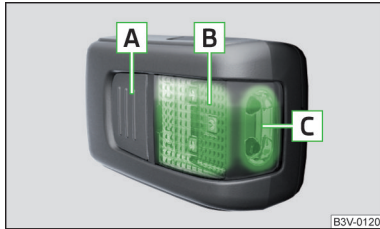

Abb. 156
Beschreibung der Leuchte » Abb. 156
- Zum **Einschalten** der herausgenommenen Leuchte die Taste **A** drücken » Abb. 156. Durch erneutes Drücken wird die Leuchte **ausgeschaltet**.
Wird die Leuchte nicht ausgeschaltet und korrekt in die Halterung eingesetzt, dann werden die LED-Leuchtmittel im vorderen Teil der Leuchte **C** » Abb. 156 automatisch ausgeschaltet.